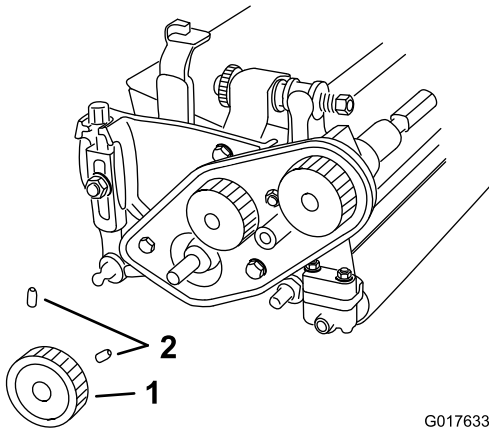

図 7
3. 下プーリを固定している固定ねじ2本をゆるめて、プーリをリールシャフトから外す 図 7。